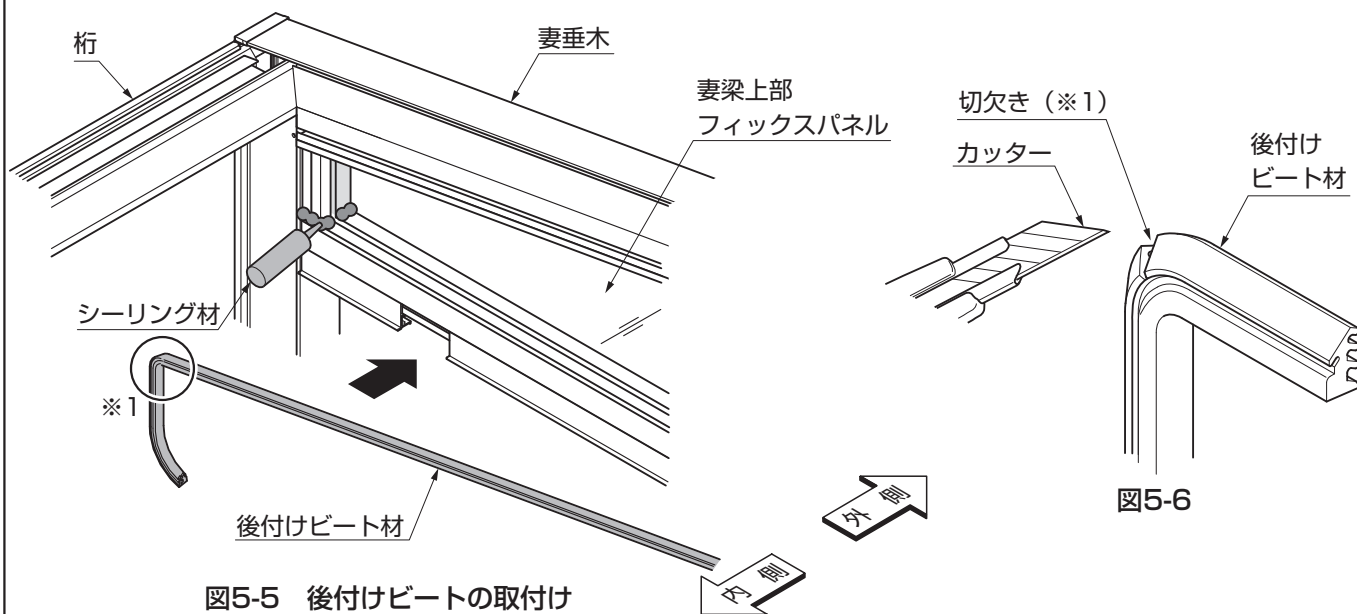
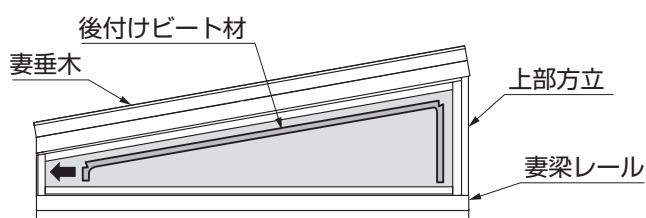

図5-5 後付けビートの取付け
図5-7 側面図
③後付けビート材をはめ込んでください。（図5-5、図5-7参照）